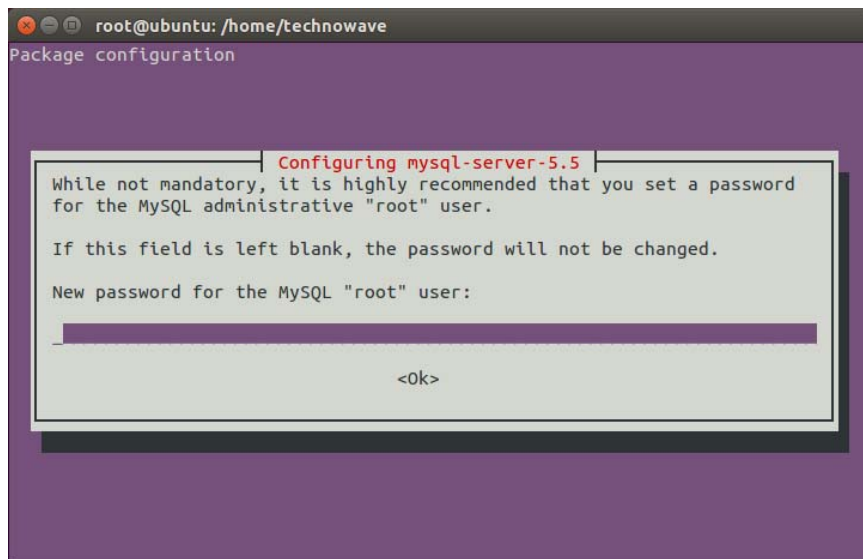

図 12 パスワード入力画面
7. インストールの途中で、MySQLで使用する「root」ユーザーのパスワード設定に関する画面(図 12)が表示されますので、必要な場合はパスワードを設定してください。パスワードを設定しない場合は空欄のまま「<Ok>」を押してください。
10. 「MySQLのユーザー名」に"root"、「MySQLのパスワード」と「Enter password」に図 12で設定したパスワードを入力してください。図 12でパスワードを設定していない場合は未入力の状態で「Enterキー」を押してください。